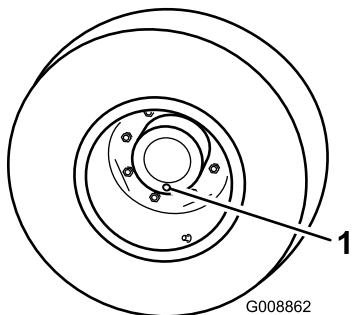

Figura 67
1. Con la macchina parcheggiata su una superficie piana, posizionate la ruota in modo che un tappo di controllo si trovi nella posizione inferiore (ore 6) (Figura 67).